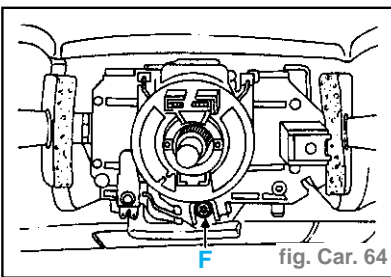

fig. Car. 64
- Desserrer la vis (F) de manière à déposer l'ensemble manette de commande (fig. Car. 64).